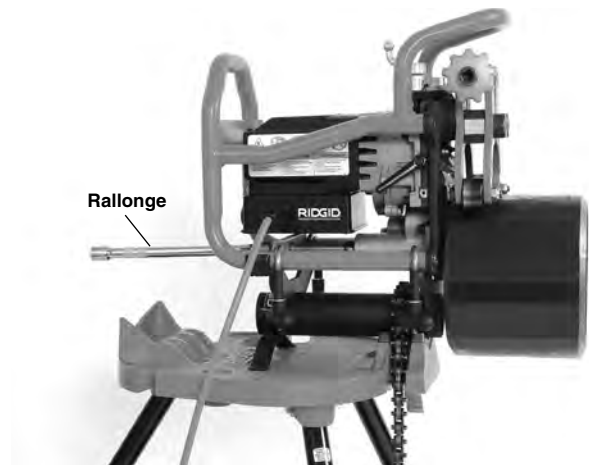

Figure 10 – Tuyau de moins de 12" de long et d'un poids inférieur à 50 livres sur machine fixe
8. Engagez la rallonge ½" de 10" fournie dans le carré de la machine à biseauter (Figure 10).
9. Lors du biseautage des tuyaux de moins de 12" (30 cm) de long et d'un poids inférieur à 50 livres (22 kg), il n'est pas nécessaire de prévoir de porte-tubes pour soutenir le tuyau tant que la machine à biseauter et l'étau portatif TRISTAND sont stables et bien arrimés. Le tuyau est positionné directement sur le galet d'entraînement et retenu par les galets de guidage (Figure 10).
Vérifiez la préparation et l'installation de la machine à biseauter, des porte-tubes et du tuyau (se reporter aux Figures 10, 12 et 13).